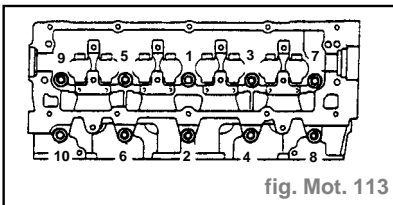

fig. Mot. 113
- En travaillant dans l'ordre illustré, serrer progressivement les boulons de culasse comme indiqué ci-après (fig. Mot. 113) :